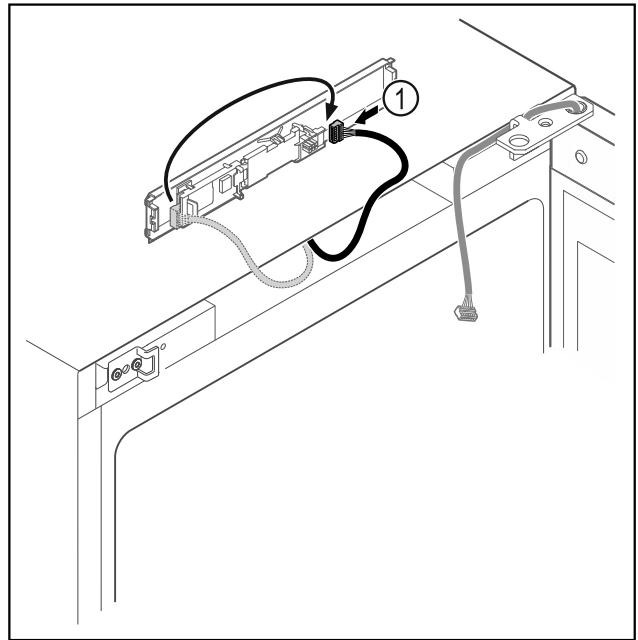

Fig. 21
- ▶ Переставьте штекер *Fig. 21 (1)* на панели.